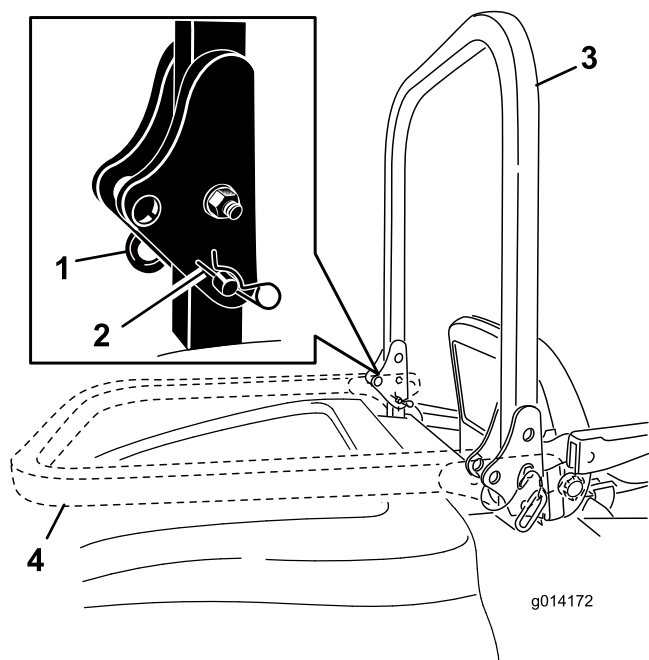

Рисунок 8
1. Чтобы опустить защитную дугу, извлеките U-образные шпильки, нажмите на защитную дугу вперед, преодолевая усилие пружины, и извлеките два пальца (Рисунок 8).
- Опустите защитную дугу в нижнее положение (Рисунок 8).
- Вставьте два пальца и закрепите их U-образными шпильками (Рисунок 8).
- Чтобы поднять защитную дугу, извлеките U-образные шпильки и выньте два пальца (Рисунок 8).
- Поднимите защитную дугу в вертикальное положение, вставьте два пальца и закрепите их U-образными шпильками (Рисунок 8).